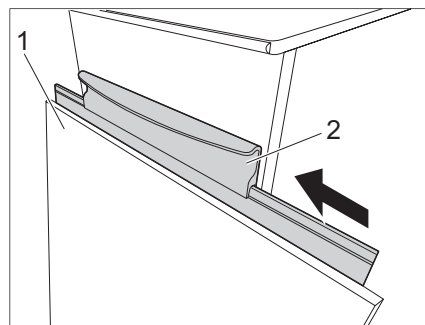

Figura 31 Colgar tablero de mesa
- Colocar el tablero de mesa (Figura 31,1) en la tira del burlete (Figura 31,2).